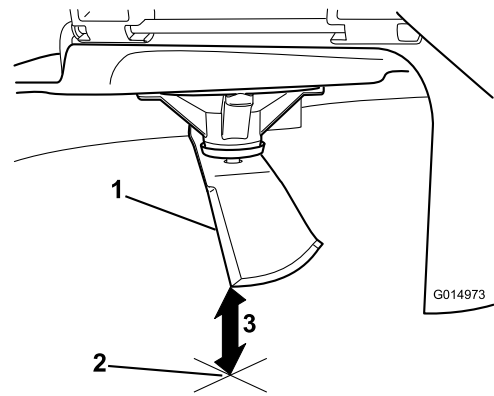

Bild 59
5. Messen Sie von der Messerspitze bis zu ebenen Fläche (**Bild 59**).